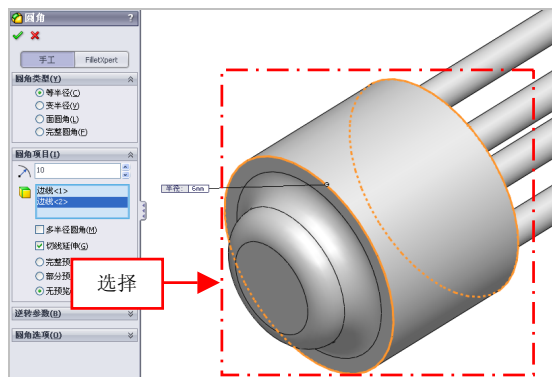

图 16-14 选择合适的边对象
(6) 单击【圆角】按钮，弹出【圆角】属性管理器，设置【半径】为 10，依次选择合适的边对象，如图 16-14 所示。